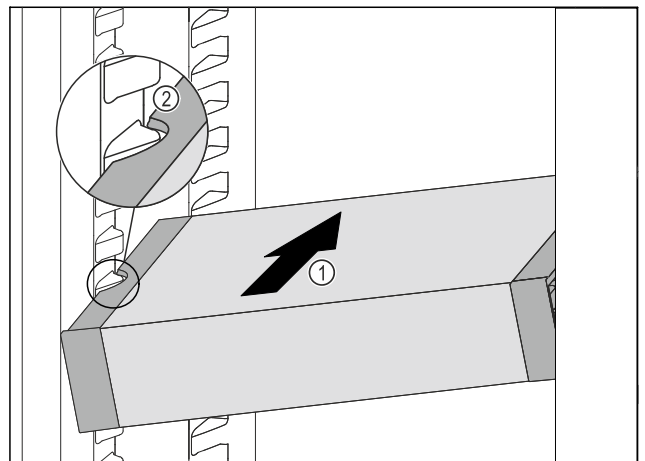

Fig. 123
- ▶ Insérer le VarioSafe en biais dans la partie réfrigérateur Fig. 123 (1) jusqu'à ce que les encoches latérales Fig. 123 (2) du VarioSafe se trouvent à la hauteur de la nervure du bac dans la partie réfrigérateur.